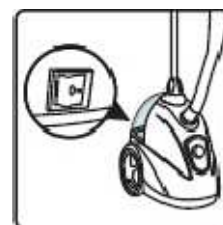

fig.14
- Branchez l'appareil sur une prise de courant et allumez l'appareil en appuyant sur le bouton. Celui-ci s'allume. Le défroisseur se met en marche. (fig.14)